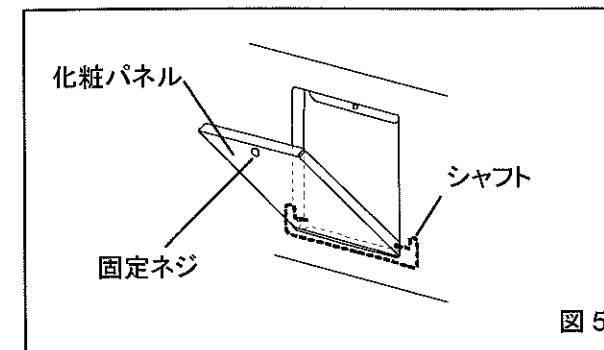

図5
1. 自記温度記録計の取付位置にある化粧パネルの固定ネジを外して、化粧パネルを手前に開いてください。その後、シャフトを左右に広げて、化粧パネルを外してください。(図5)